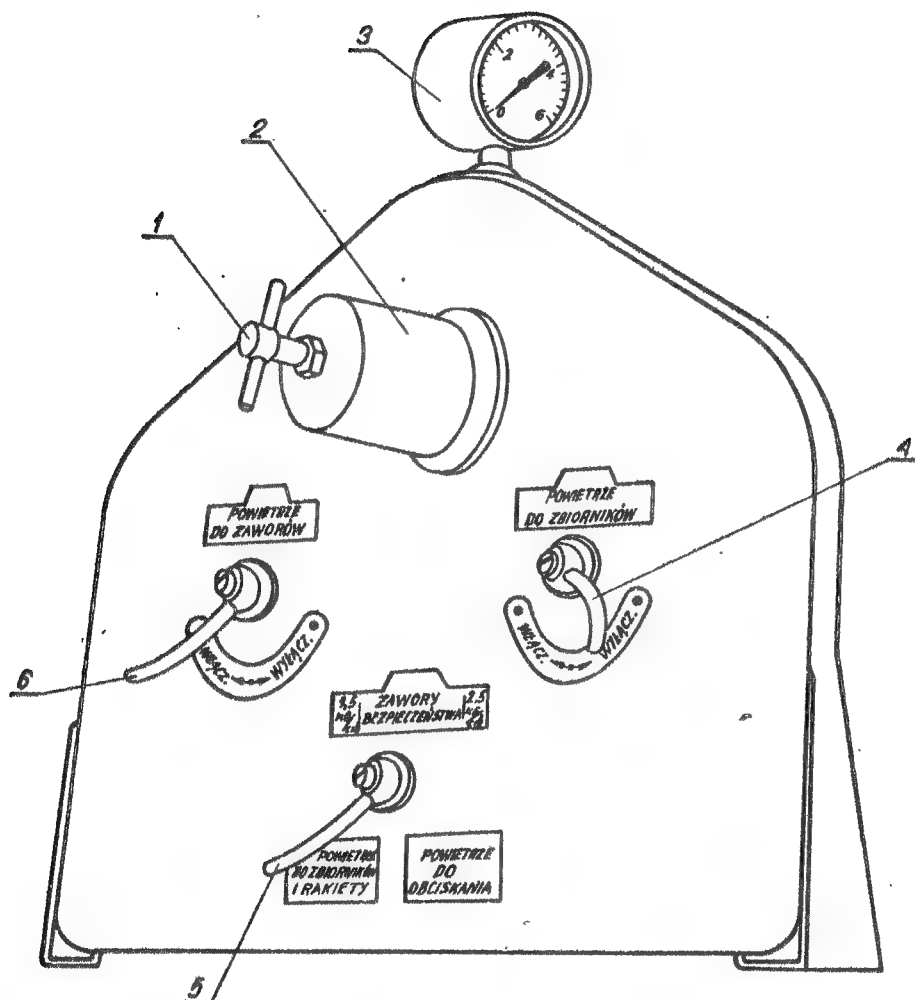

Rys. 73. Pulpit sterowania armaturą szafy przedniej dystrybutora 9G28M:
- sprawdzić położenie rękojeści 1 /rys. 73 lub 74/ zaworu POWIETRZE DO ZBIORNIKA POMIAROWEGO. Podczas zlewania izonitu do zbiornika dystrybutora rękojeść zaworu powinna być w położeniu ŚRODKOWYM;
Podczas pracy w nocy sprawdzić włączenie oświetlenia elektrycznego szafy przedniej. Włącznik 7 /rys. 73 lub 74/ powinien się znajdować w położeniu ZASADNICZE /ZASADN./ oświetlenie lub MASKOWANE /MASK/ w zależności od sytuacji;
- ustawić rękojeść 3 /rys. 73/ lub 74/ zaworu POWIETRZE DO ZBIORNIKA na pulpicie sterowania w położeniu WYŁĄCZ.